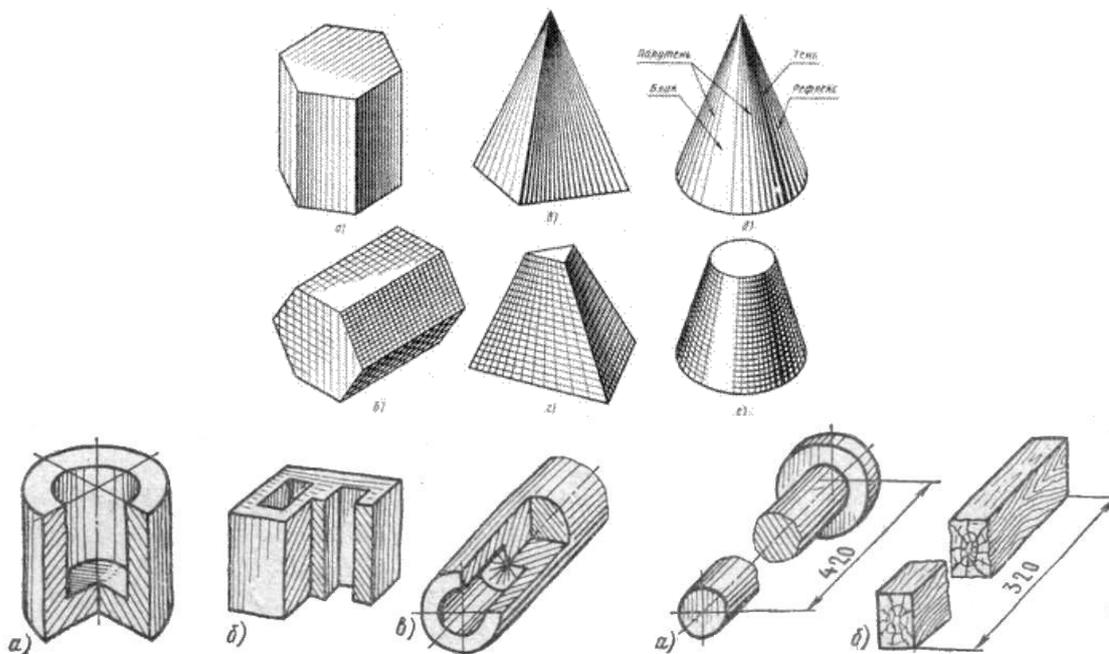

Рис. 13 Типы наглядных изображений геометрических поверхностей и контуров технических деталей
**Технический рисунок** – это наглядное изображение предмета, выполненное в глазном масштабе по правилам построения аксонометрических проекций (рис. 13).